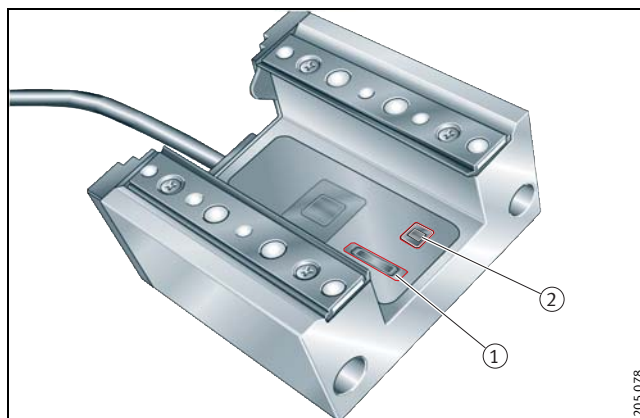

Bild 10 • Messkopf mit zwei Sensoren ① und ②
Der Messkopf hat je einen Sensor für die Inkrementalspur ① und den Referenzpunkt ② (Bild 10).